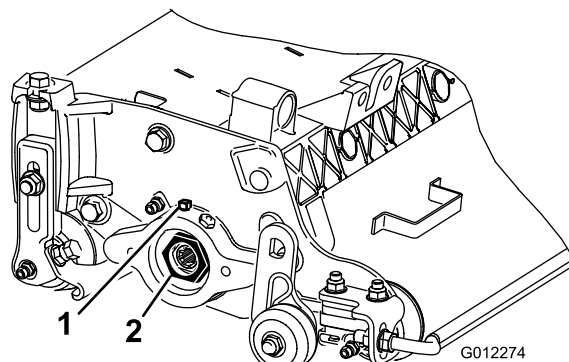

図 10
- A. Cuttingユニットの左側にあるベアリング・ハウジングにベアリング調整ナットを固定している固定ネジをゆるめる（図 10）。